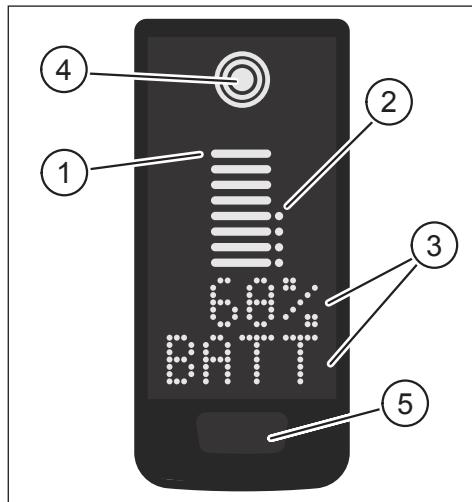
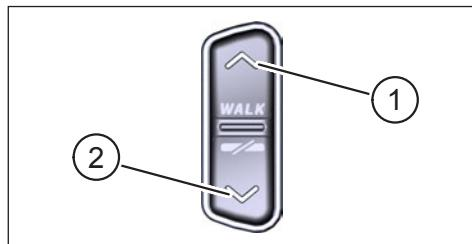

Fig. 1: Elementi operativi e di visualizzazione sul Display
Fig. 2: Controlli sul Remote
| Punta in Fig. 1 | Descrizione |
| Punta in Fig. 2 | Descrizione |
- ▶ Tenere premuto il pulsante di controllo sul Display (punta 5 in Fig. 1) e il pulsante operativo IN BASSO sul Remote (punta 2 in Fig. 2) per almeno 5 s.
- Esercitare una **doppio clic** pressione del pulsante di comando sul Display (punta 5 in Fig. 1) per passare alla schermata successiva.